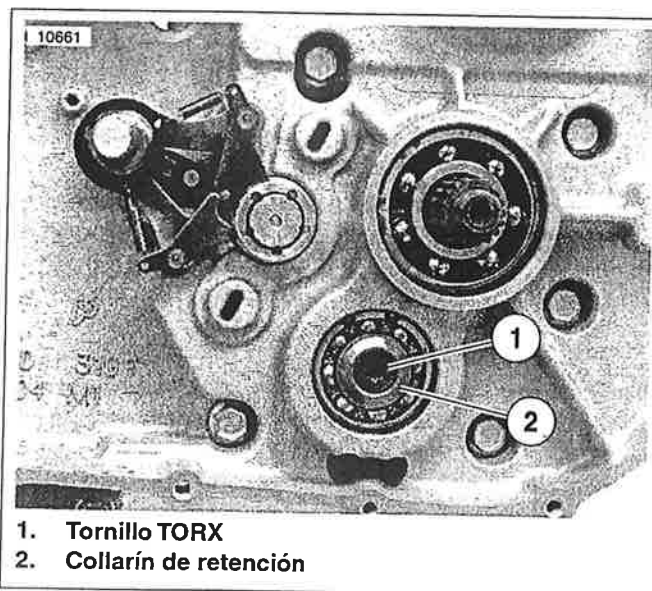

Figura 6-70. Retén del contraeje
3. Vea la Figura 6-70. Coloque el collarín de retención (2) junto al extremo del contraeje con el lado biselado hacia afuera.
- b. Inserte el tornillo (1) a través del collarín de retención (2) y enrósquelo dentro del extremo del eje.
- c. Coloque la transmisión en engranaje y apriete el tornillo (1) a 17,6-23,3 N·m (13-17 lb-pie).